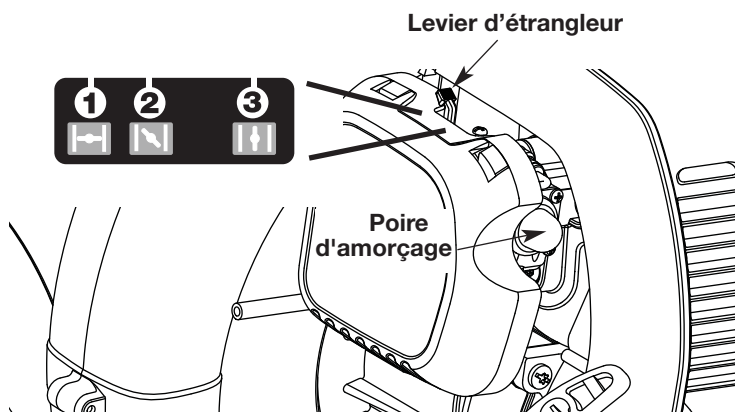
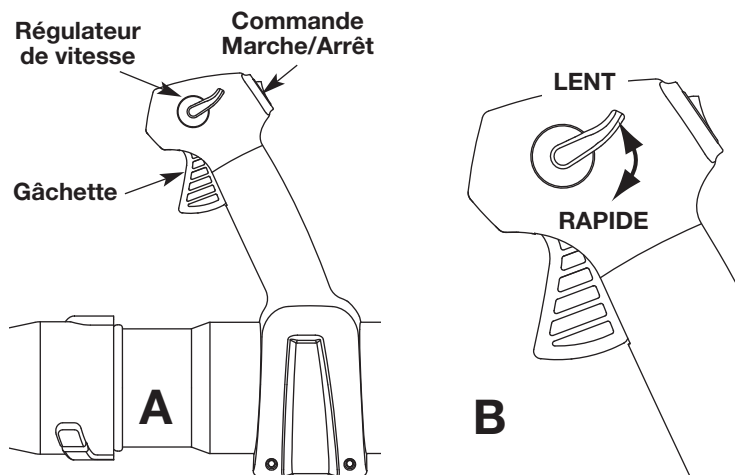
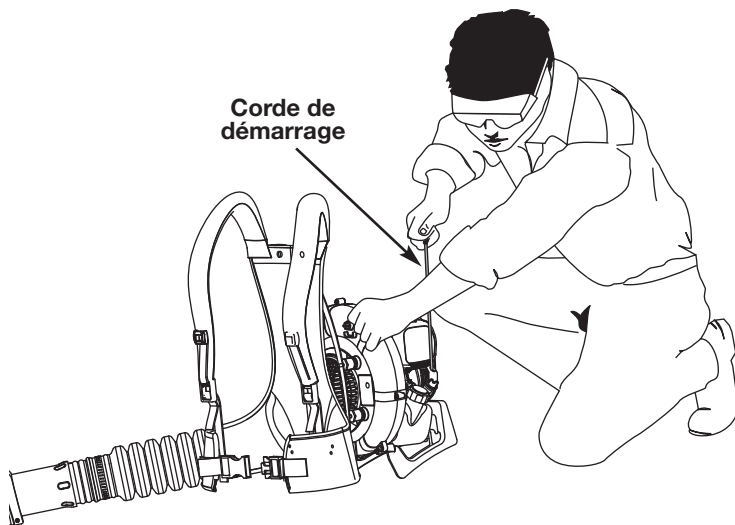

Fig. 14
Fig. 15
Fig. 16
AVERTISSEMENT : éviter le démarrage accidentel. Se tenir en position de démarrage pour lancer le moteur (Fig. 16). Lors du démarrage, l'opérateur et l'outil doivent être en position d'équilibre afin d'éviter le risque de blessures graves. Afin d'éviter de graves blessures et éviter d'endommager l'appareil, s'assurer que les tubes de soufflage sont bien en place avant d'utiliser l'appareil.
3. Lentement, appuyez **10 fois** de suite sur la poire d'amorce. Une certaine quantité de carburant devrait être visible dans la poire d'amorce (Fig. 14). Si l'essence n'est pas visible dans la poire d'amorce, poussez et relâchez la poire jusqu'à ce que l'essence soit visible.
4. Mettez le levier d'étranglement en **Position 1** (Fig. 14).
REMARQUE : L'appareil devrait être démarré au ralenti. Ne pas presser sur la gâchette jusqu'à l'étape 8 (Fig. 15, A).
5. **Ne pas presser sur la gâchette.** Placez-vous en position de démarrage (Fig. 16). Tirez sur la corde du démarreur **5 fois** dans un mouvement contrôlé.
6. Mettez le levier d'étranglement en **Position 2** (Fig. 14)
8. Pincez et maintenez la gâchette, ou appuyez sur la touche control de croisière (Fig. 15, A), et laissez le moteur se réchauffer pendant 30 à 60 secondes.
9. **Continuer à appuyer sur la gâchette.** Déplacez le levier d'étranglement en **Position 3** (Fig. 14) et laissez le moteur se réchauffer encore pendant 60 secondes. Pendant ce temps l'appareil peut être utilisé.
2. Appuyez sur la commande Marche/Arrêt et maintenez-la en position ARRÊT (O) jusqu'à ce que le moteur s'arrête complètement (Fig. 15, A).
1. Dès que le moteur a démarré et qu'il est chaud, actionnez la gâchette pour accélérer l'appareil (Fig. 15, A).
2. Pour des périodes d'utilisation plus longues et pour éviter la fatigue des doigts, poussez le régulateur de vitesse vers la position RAPIDE pour agmenter systématiquement ou maintenir la vitesse du moteur de l'appareil (Fig. 15, B). Lorsque le régulateur de vitesse est poussé, la gâchette s'enfoncera dans la poignée.
3. Pour diminuer la vitesse du moteur, déplacez le régulateur de vitesse vers la position LENT et la gâchette retournera le moteur au ralenti (Fig. 15, B).
REMARQUE : L'appareil devrait être démarré au ralenti. Ne pas presser sur la gâchette jusqu'à l'étape 10 (Fig. 15, A).
5. Placez-vous en position de démarrage (Fig. 16). Insérez le démarreur électrique ou Power Start Bit™ à l'arrière de l'appareil (Fig. 32). Consultez la section « Utiliser le démarreur électrique » du manuel de l'utilisateur du démarreur électrique Electric Starter ou de l'embout de démarreur électrique Power Start Bit™.
6. **Ne pas presser sur la gâchette.** Maintenez enfoncé pendant deux secondes le bouton de démarrage électrique ou de mise en MARCHE de la perceuse (I).
7. Mettez le levier d'étranglement en **Position 2** (Fig. 14)
8. **Ne pas presser sur la gâchette.** Maintenez enfoncé pendant deux secondes le bouton de démarrage électrique ou de mise en MARCHE de la perceuse (I) jusqu'à ce que le moteur démarre.
10. Pincez et maintenez la gâchette, ou appuyez sur la touche control de croisière (Fig. 15, A), et laissez le moteur se réchauffer pendant 30 à 60 secondes.
11. **Continuer à appuyer sur la gâchette.** Déplacez le levier d'étranglement en **Position 3** (Fig. 14) et laissez le moteur se réchauffer encore pendant 60 secondes. Pendant ce temps l'appareil peut être utilisé.
2. Pour des périodes d'utilisation plus longues et pour éviter la fatigue des doigts, poussez le régulateur de vitesse vers la position RAPIDE pour augmenter systématiquement ou maintenir la vitesse du moteur de l'appareil (Fig. 15, B). Lorsque le régulateur de vitesse est poussé, la gâchette s'enfoncera dans la poignée.
- Utilisez le régulateur de vitesse (Fig. 15) pour maintenir cette dernière enfoncée pour en faciliter l'opération continue.